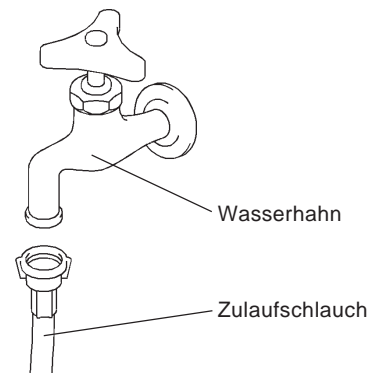

Abb. 8
3) Das andere Ende des Zulaufschlauches am Wasserhahn anbringen (Abb. 8); dabei beachten, daß Dichtungsscheibe richtig positioniert ist, bevor wie oben handfest angezogen wird.